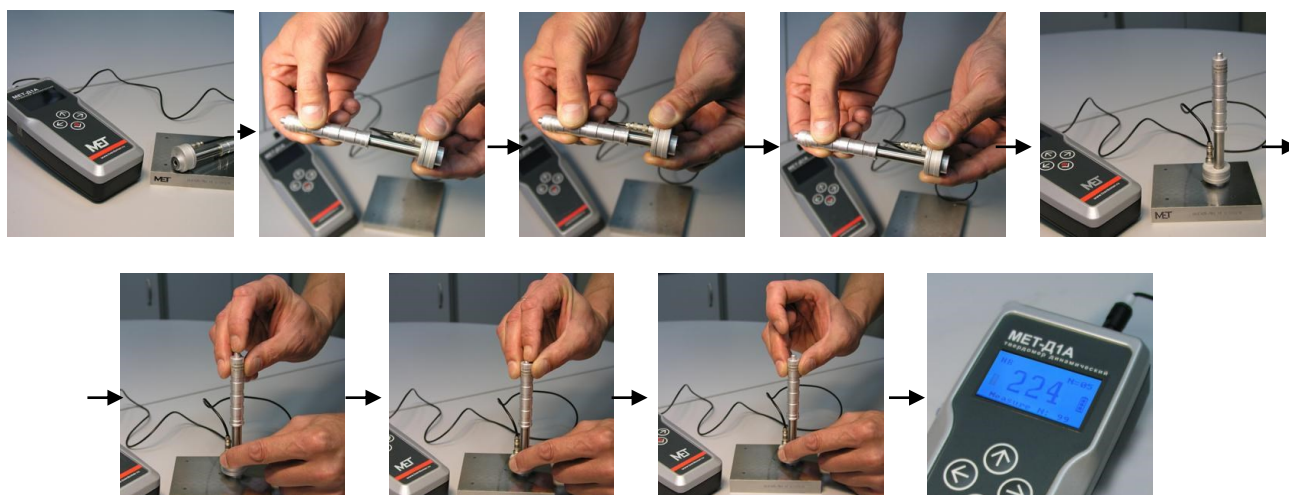

Рис. 6.7. Схема измерений твердости динамическим датчиком.
6.3.2.1. Схема измерений твердости динамическим датчиком представлена на рис. 6.7.